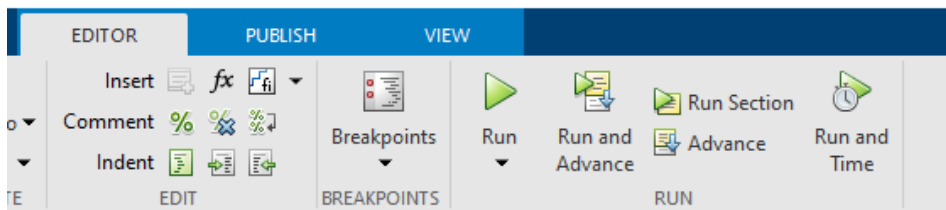

Figura 5.18: Botón de ejecución para la prueba del *script* en el sistema iiDAQ.
4. Una vez listo el programa, dar click en *EDITOR>Run* (figura 5.18).